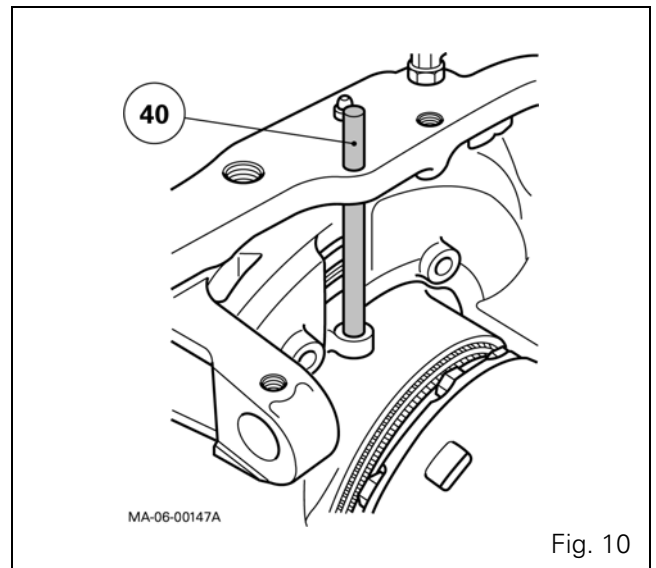

Fig. 10
31. Take off the pipe (40) (Fig. 10).